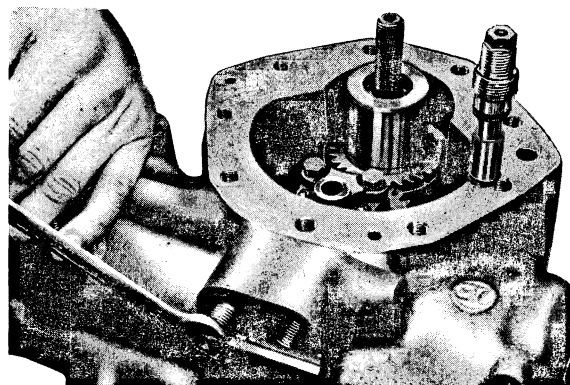

Fig. 12.
- Contra moeren (188) losmaken en geleidingsbusjes (189 en 190) uit het huis schroeven (fig. 12).
- Dévisser les contre-écrous (188) et ôter les douilles de soupapes (189 et 190) du boîtier (fig. 12).